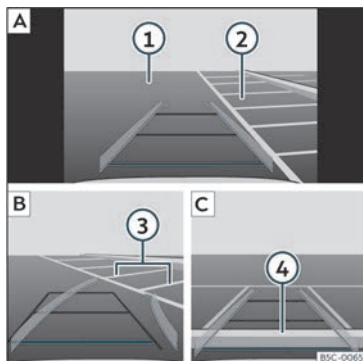

Fig. 196 Visualizzazione sul display del sistema infotainment: parcheggiare con l'assistente alla retromarcia.
Legenda della **fig. 196**:
- Posizionare il veicolo davanti all'area di parcheggio >>> **fig. 196** ② **A**.
- Retrocedere ruotando il volante in modo che le linee gialle entrino nell'area di parcheggio. Le linee verdi e gialle devono coincidere con le linee di contorno laterali ③ **B**.
- Fermare il veicolo quando la linea rossa ha raggiunto il limite posteriore ④ **C**.